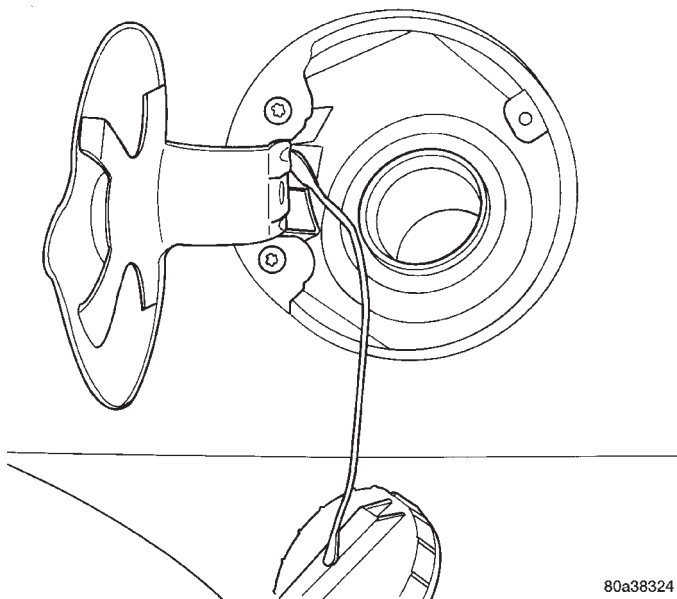

Fig. 41 Fuel Filler Cap
- (1) Loosen fuel filler tube cap (Fig. 41).